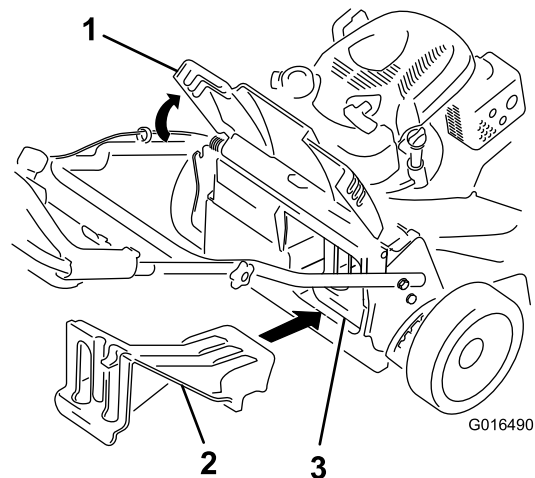

Figura 25
- Si el tapón de descarga trasero no está instalado, sujételo por el asa, eleve la puerta trasera e introdúzcalo en el conducto de descarga trasera hasta que el enganche encaje en su sitio; consulte Figura 25.
**Importante:** Asegúrese de que el tapón de descarga trasera está colocado antes de reciclar los recortes (Figura 25).